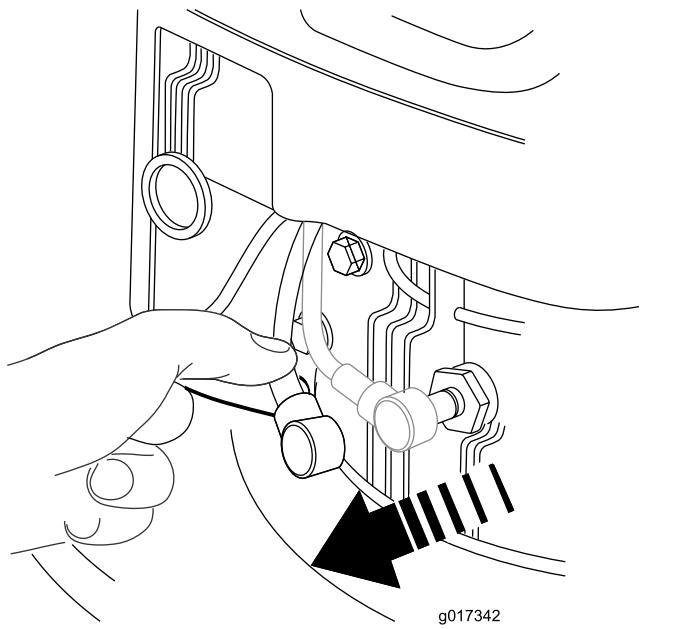

Рисунок 32
3. Отсоедините провод от свечи зажигания (Рисунок 32).